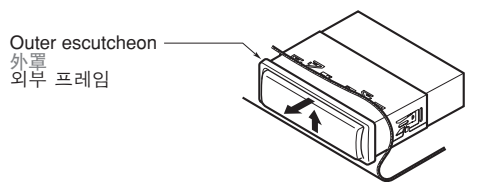

Figure 12 / 图 12 / 그림 12
- Press the outer escutcheon upward and remove it. (Figure 12)
- 向上按压外罩将其取下。(图12)